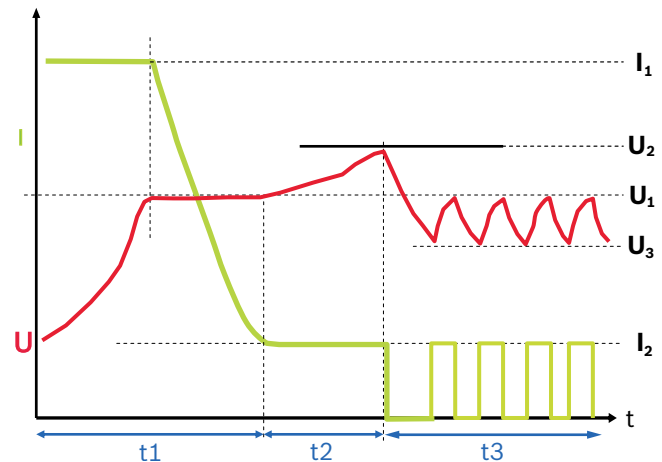

Fig. 3: Ladekarakteristikk
- 1 Fremdrift på lading (se ladekarakteristikken, fig. 3)